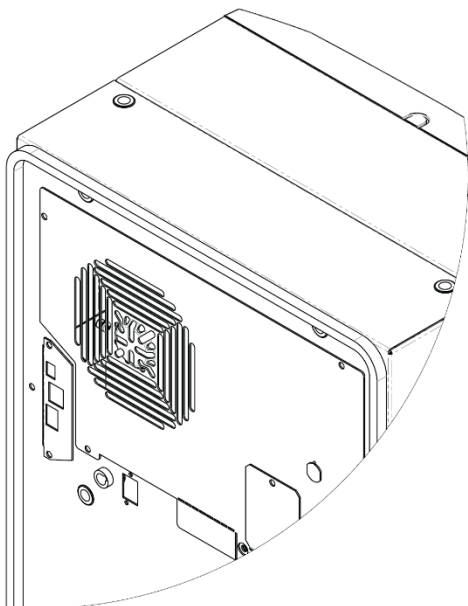

図1
1. ユニット付属のマウントガasketキットを使用し、ガasketをエアコンに取り付けます。図1をご覧ください。